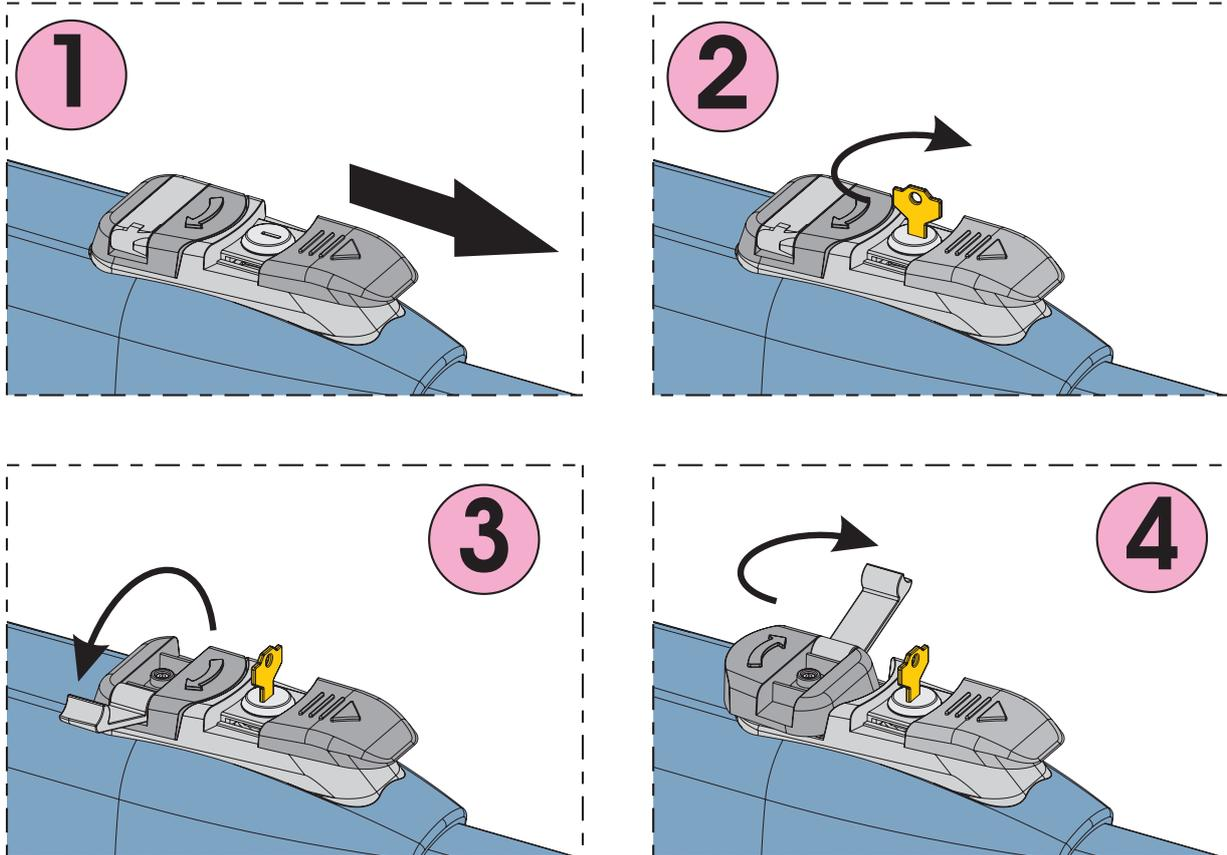

Abb. 27
- 2) Die Schutzhaube – Abb. 27/1 – gleiten lassen.
- 3) Den Schlüssel einstecken und um 90° drehen, Abb.27/2.
- 4) Den Bedienhebel heben, Abb. 27/3
- 5) Zur Freigabe des Antriebs den Bedienhebel um 180° in Richtung des auf dem Freigabesystem angegebenen Pfeils drehen, Abb. 27/4.